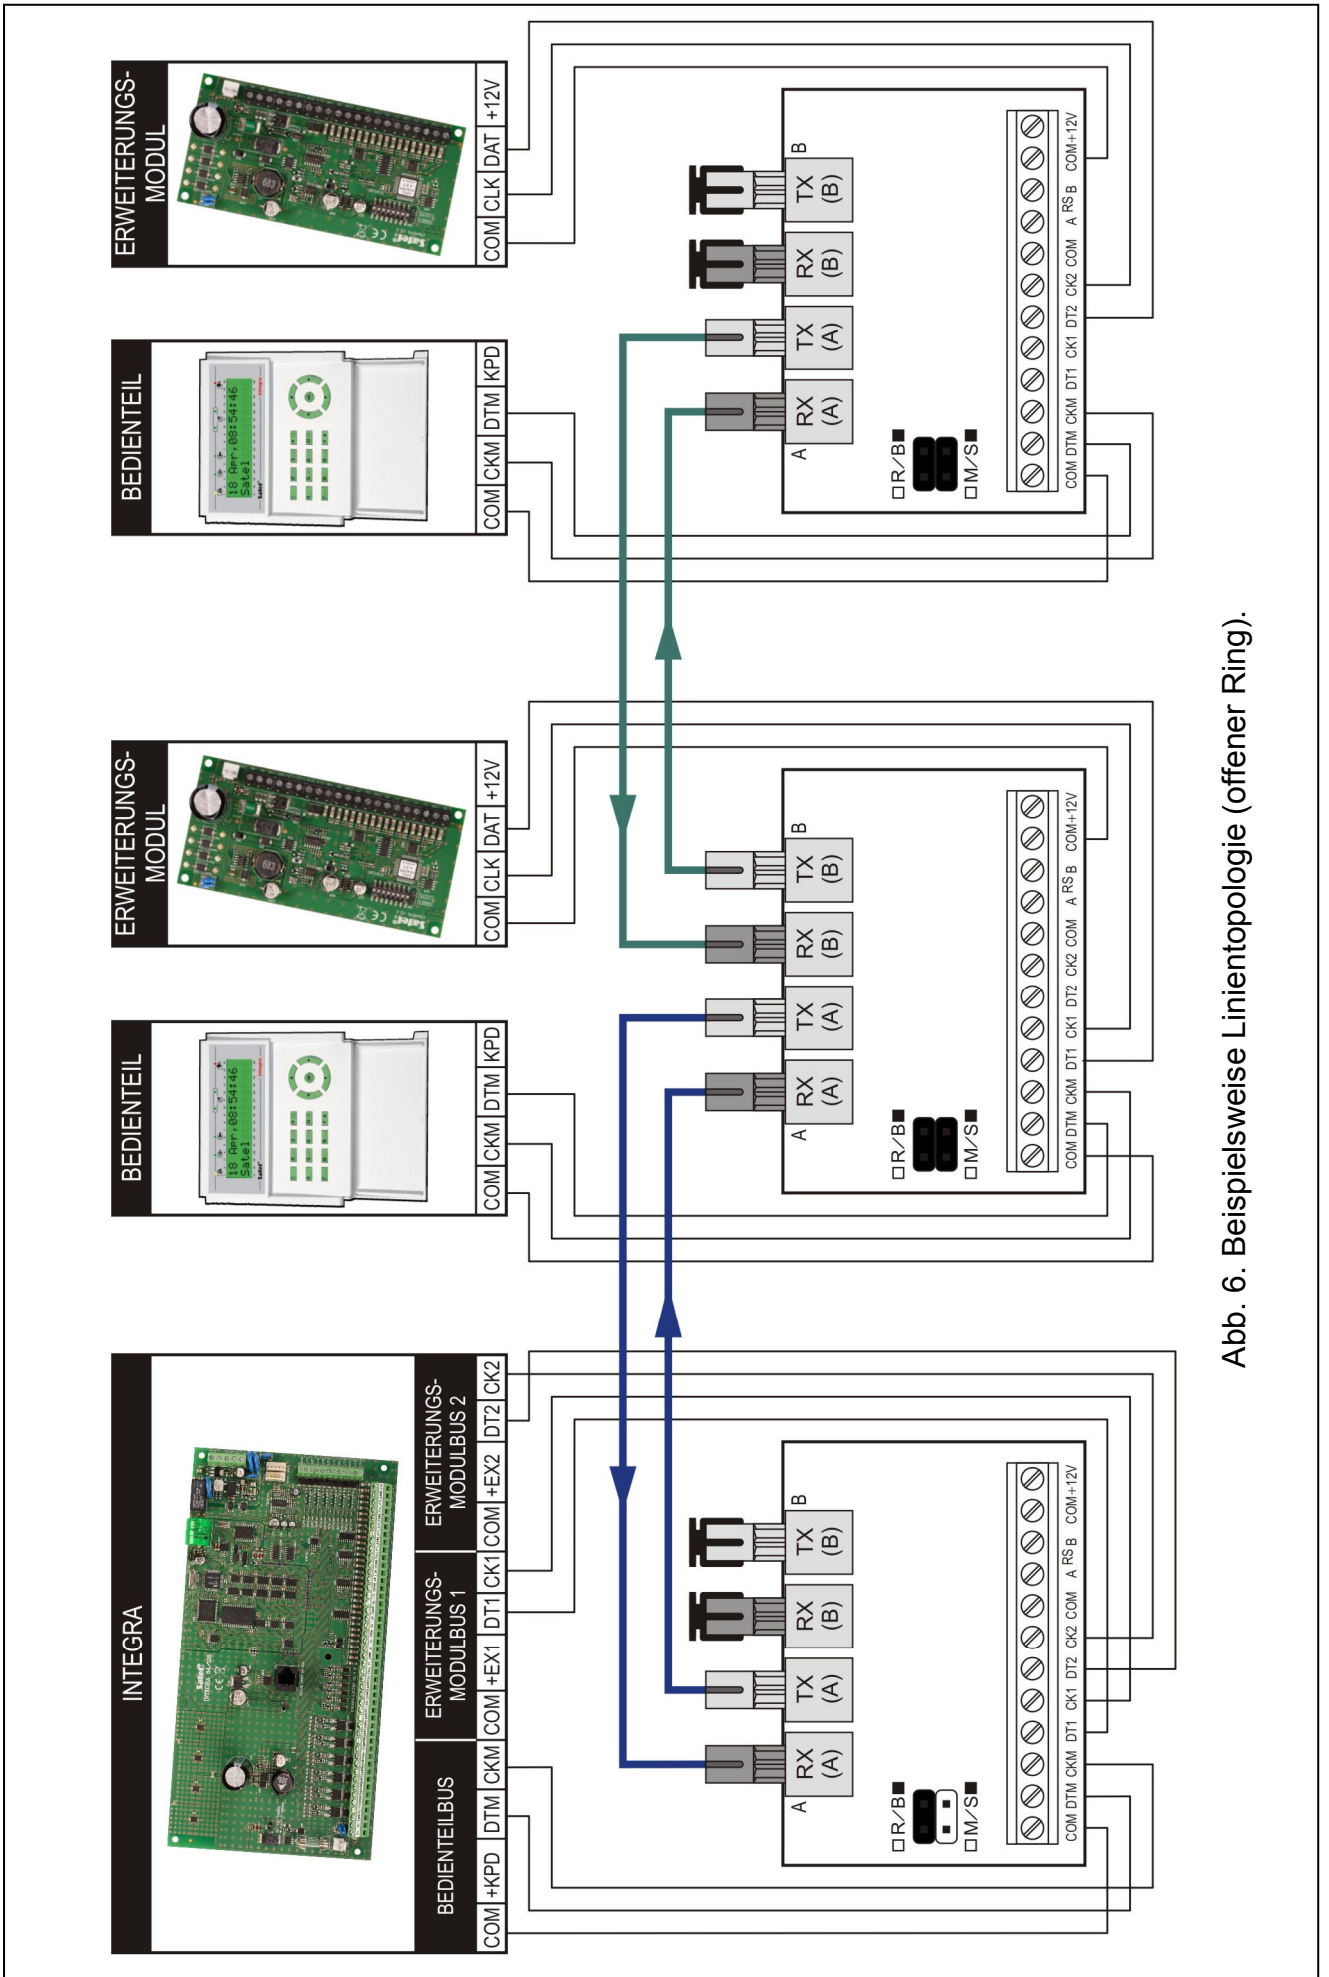

Abb. 6. Beispielsweise Linientopologie (offener Ring).
- Möglichkeit der Erhöhung der Reichweite bis zu 4 km im Falle einer Ketteverbindung (siehe: Abb. 6).